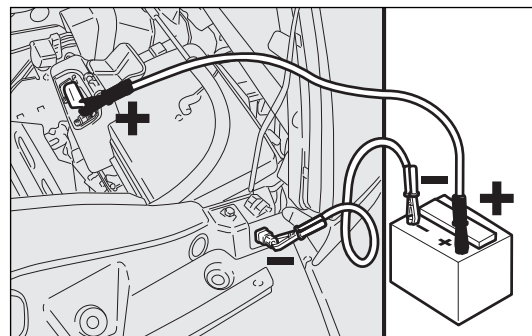

fig. 164
- ☐ conectar con un segundo cable el borne negativo (–) de la batería auxiliar con el punto de masa tal como se muestra en la fig. 164;